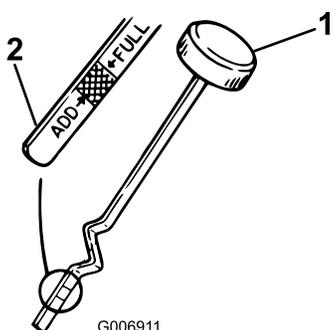

Figura 18
7. Svitare l'asta di livello dell'olio e pulire l'estremità metallica (Figura 18).